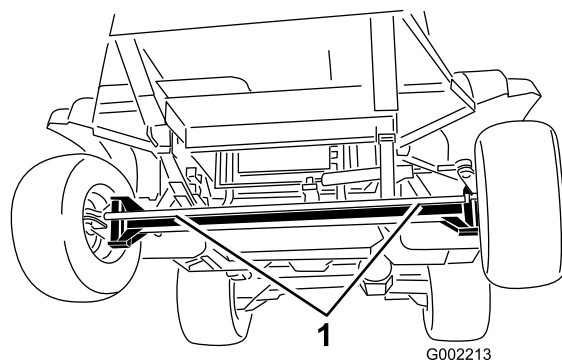

Figura 53
2. Ate um cabo de reboque ao chassis; consulte os pontos de reboque dianteiros e traseiros em Figura 53 e Figura 54.